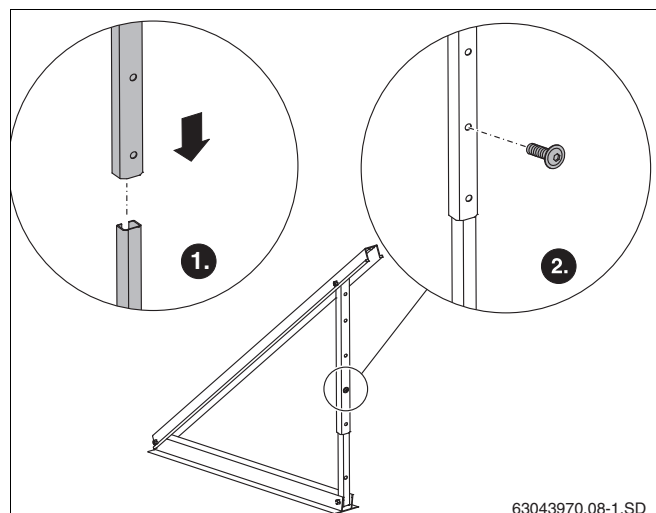

Рис. 11 Соединение телескопических стоек
- ▶ Вставьте направляющие одну в другую и закрепите винтом M8 x 20 (рис. 11).